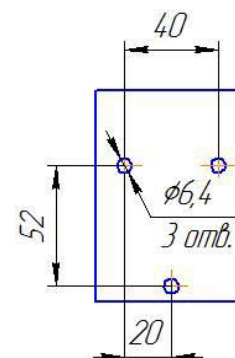

Рис.2
4.7 Схему расположения отверстий крепления на стене кронштейна поста газоразборного модели ПГАр-25РТ см.рис.2.